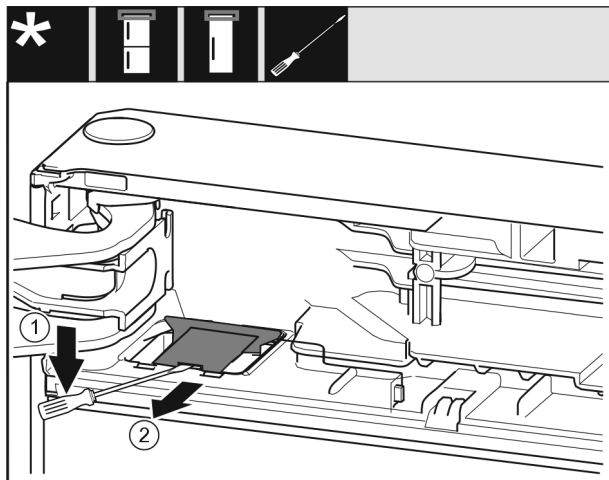

Fig. 13
- Con un cacciavite a intaglio disinnestare la copertura Fig. 13 (1).
- Estrarre la copertura Fig. 13 (2).